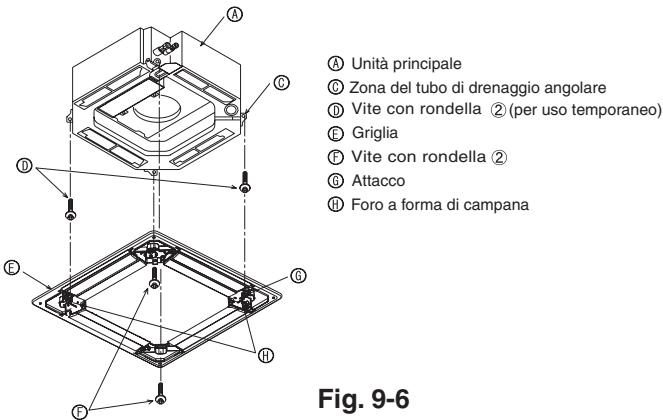
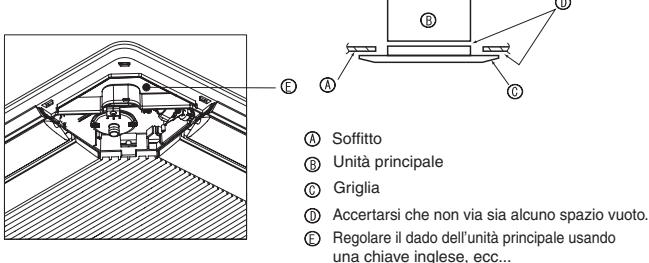

Fig. 9-6
Fig. 9-7
9.4.2. Installazione temporanea della griglia (Fig. 9-6)
- Fissare provisoriamente la griglia attraverso i fori a campana inserendo l'attacco della griglia contrassegnato dalla lettera ③ nella zona di scarico angolare dell'unità principale.
9.4.3. Fissaggio della griglia (Fig. 9-7)